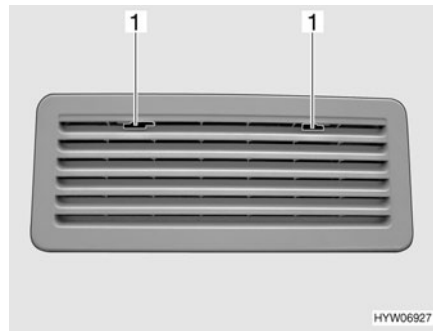

Fig. 126 Rejilla de ventilación del frigorífico (Thetford)
- Deslizar el bloqueo (Fig. 126,1) hacia el centro.